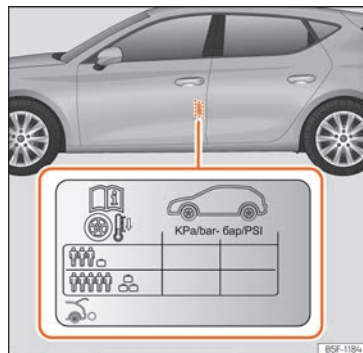

Fig. 240 Emplacement de l'autocollant de gonflage des pneus.
- Si le véhicule est fortement chargé, adaptez la pression des pneus en conséquence »» **fig. 240.**
Les valeurs de pression de gonflage figurent sur l'étiquette adhésive située sur la face arrière du cadre de la porte avant gauche »» **fig. 240.**
Adaptez la pression de gonflage des pneus à la charge du véhicule. Si le véhicule est chargé au maximum, vous devez augmenter la pression de gonflage jusqu'à la valeur maximale de charge indiquée sur l'étiquette adhésive »» **fig. 240.**
Dans le cas d'une roue de secours de taille réduite (125/70 R16 ou 125/70 R18), la gonfler à une pression de 4,2 bar comme indiqué sur l'autocollant de pression des pneus »» **fig. 240.**
- Le conducteur est responsable de la pression correcte de tous les pneus de son véhicule. La pression de gonflage recommandée est indiquée sur un autocollant »» **fig. 240.**
- Sur les pneus à froid, la pression devra toujours être celle indiquée sur l'autocollant »» **fig. 240.**